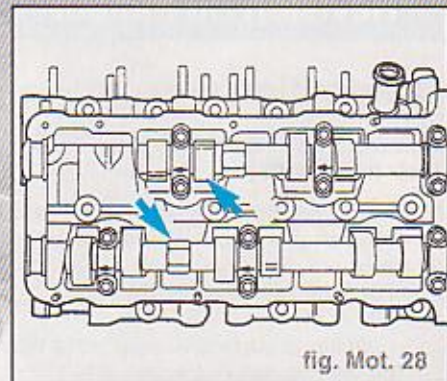

fig. Mot. 28
- Nota : Ne faire contre-appui sur l'arbre à cames qu'avec une clé à fourche d'ouverture 24. La règle pour arbres à cames 3268 ne doit pas être en place lors du serrage ou du desserrage des pignons de chaîne (fig. Mot. 28).